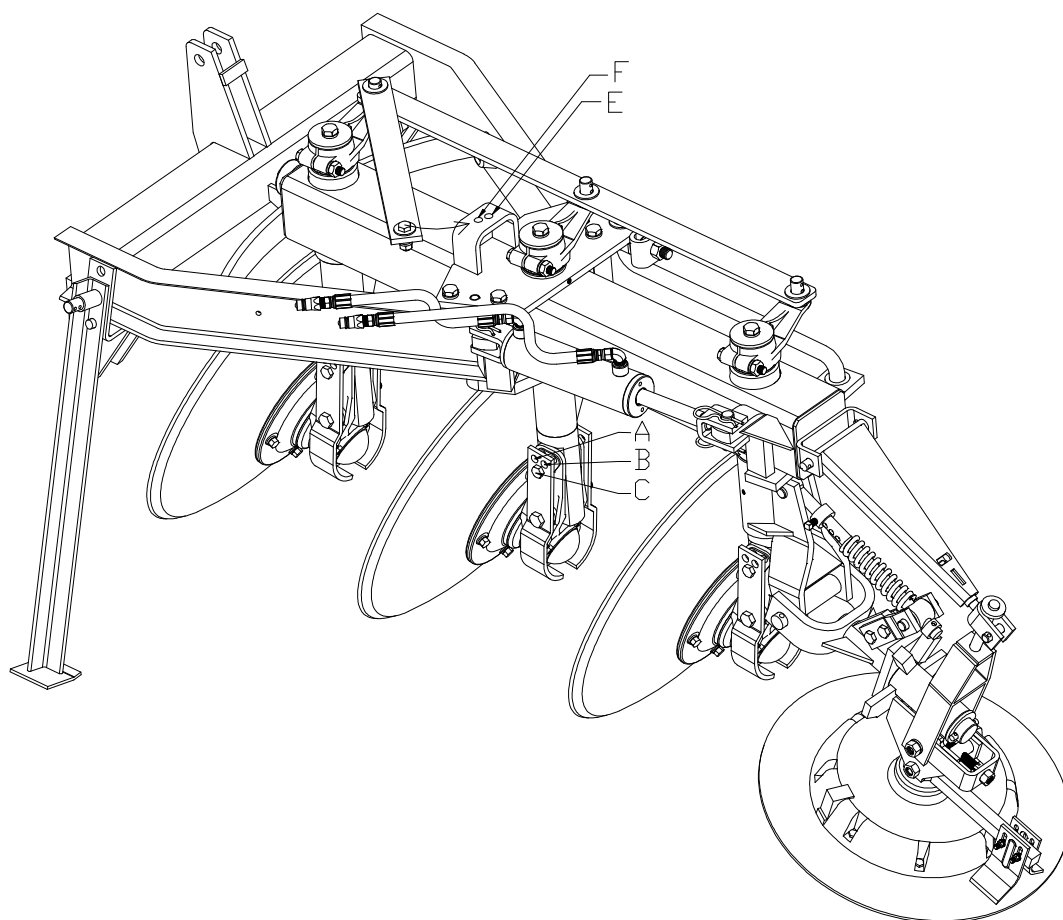

Fig. 3, Ajustes de ángulo en el arado (952H).
3. Cada disco se puede ajustar individualmente a tres ángulos verticales de corte según las condiciones del suelo cambiando la colocación del perno "C" (Fig. 3) para mantener al bracket y porta disco en cualquiera de las tres posiciones. Inicie por el orificio central "C" (Fig. 3) y ponga el ángulo horizontal de los discos en posición de corte mínimo "F" (Fig. 3).
5. Dependiendo de las condiciones del suelo, es posible obtener una penetración máxima de 41cm. La profundidad de barbecho se puede ajustar a las condiciones del suelo, variando desde arcillas húmedas y pegajosas hasta suelos secos y compactados. En el primer caso incline hacia atrás el disco y ponga el perno en el orificio superior "A" (Fig. 3) y disminuya el ángulo horizontal (Vea el inciso B) a la profundidad de barbecho deseada.
Cuando barbeche suelos duros y secos, incline el disco hacia adelante y ponga el perno en el orificio superior trasero "B" (Fig. 3). Siempre es necesario reajustar la rueda guía, cuando se cambia el ángulo vertical del disco.